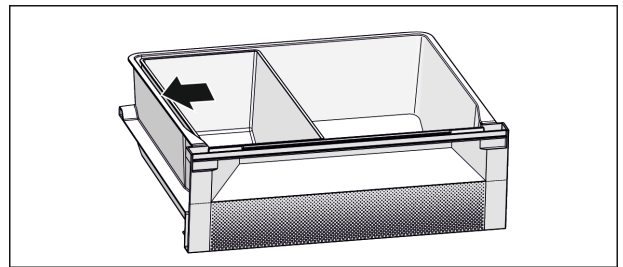

Fig. 6
- Fish & Seafood-Schale positionieren. Mit der abgebildeten Position *Fig. 6 ()* erhalten Sie eine optimale Kühlfunktion.